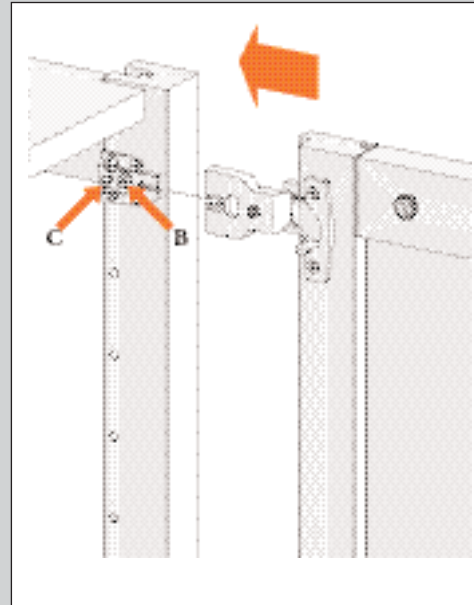

ABBILDUNG 8
8. Schieben Sie die Scharniere über die Montageplatten (siehe Abb. 8).